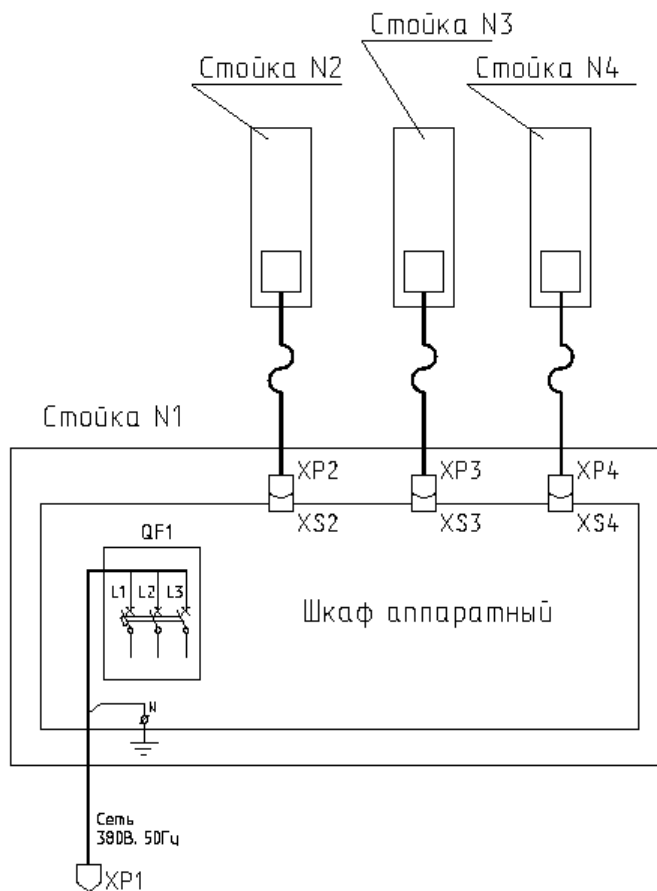

Рис. 4. Схема электрическая
4.4. Перечень элементов схемы электрической принципиальной приведен в таблице № 1. Схема электрическая соединений приведена на Рис. 4.